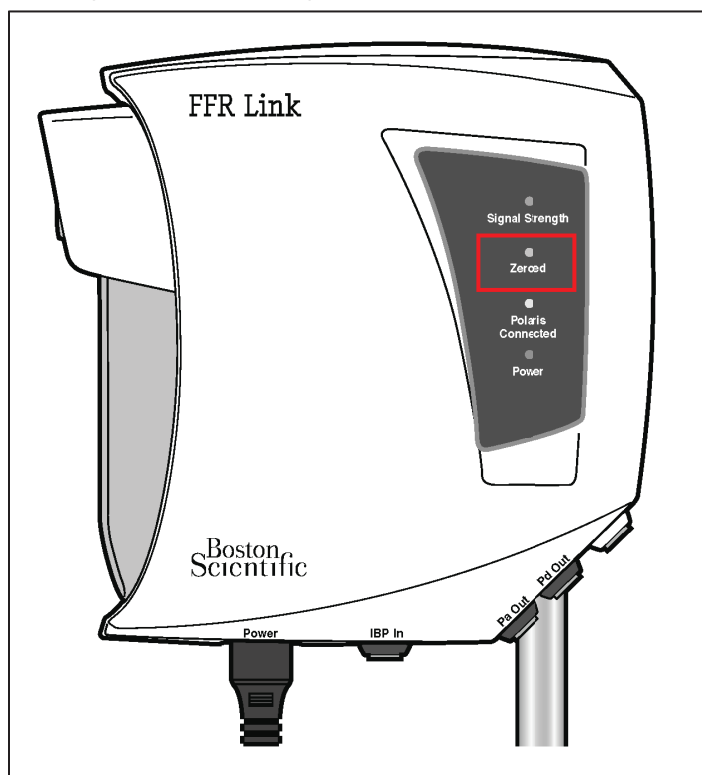

Figure 23. Vérifier que la DEL Zeroed (Mis à zéro) clignote puis s'allume en vert.
4. Vérifier que la DEL **Zeroed** (Mis à zéro) sur le FFR Link de la salle de cathétérisme s'allume en vert non clignotant. Voir la figure 23.